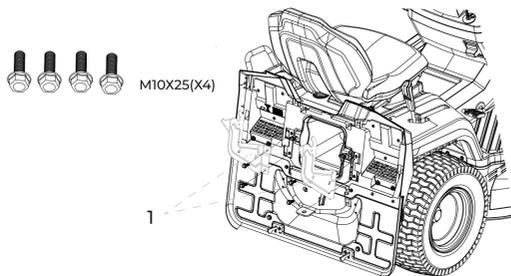

Рис. 9
6.8. Установка поворотного крепления (рис. 9)
- Установите поворотные кронштейны (рис. 9, поз 1) с помощью 4 болтов (M10x25).